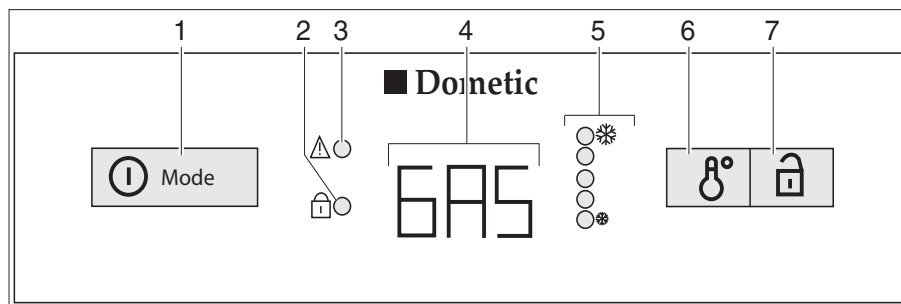

Fig. 200 Elementos de mando para el frigorífico (Dometic de la serie 8 con AES)
Con averías, parpadeará el visualizador LED avería "⚠" (Fig. 200,3).
Si **no** está conectada la alimentación de 230 V y el motor del vehículo está **desconectado**, el AES selecciona el suministro de gas. Al seleccionar el suministro de gas se abre automáticamente el seguro de encendido, de forma que puede fluir gas hacia el quemador. Simultáneamente se conecta el encendedor electrónico. Si se apaga la llama de gas, p. ej. debido a un golpe de viento, el encendedor se activa inmediatamente y enciende de nuevo el gas. Con una avería en el funcionamiento a gas, en el piloto (Fig. 200,4) parpadeará el texto "GAS".
Una vez conectado, el frigorífico selecciona automáticamente el ajuste medio del termostato. Este ajuste puede regularse posteriormente a mano con el conmutador para el ajuste de temperatura (Fig. 200,6). Los visualizadores LED (Fig. 200,5) indican el ajuste seleccionado del termostato. Con el interruptor se ajusta la temperatura de refrigeración para los tres tipos de energía. Pasan algunas horas hasta que el frigorífico alcanza la temperatura de servicio normal. Al conmutar el modo de funcionamiento se mantiene el ajuste del termostato. La temperatura de refrigeración se mantiene independientemente del tipo de energía.
- Pulsar el conector/selector de energía (Fig. 200,1) 2 segundos para conectar el aparato. Se visualiza el último modo de funcionamiento seleccionado en el piloto (Fig. 200,4).
- Seleccionar el tipo de energía con el conector/selector de energía (Fig. 200,1).
- La temperatura de refrigeración puede ser ajustada en el conmutador para el ajuste de temperatura (Fig. 200,6). Los visualizadores LED (Fig. 200,5) indican el ajuste seleccionado del termostato.
- Pulsar el conector/selector de energía (Fig. 200,1) 2 segundos. Todos los visualizadores se apagan.